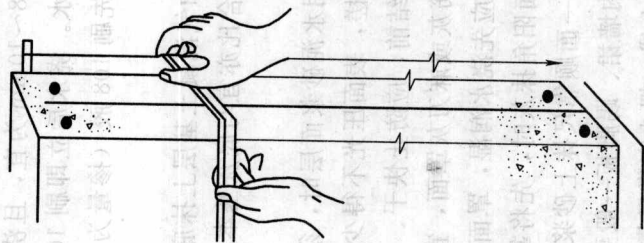

图 1-3 独立方柱找规矩
(1) 找规矩 如果方柱为独立柱，应按设计图纸所标志的柱轴线，测量柱子的几何尺寸和位置，在楼地面上弹出相互垂直的两个方向中心线，并放出抹灰后的柱子边线（注意阳角都要规方），然后在柱顶卡固上短靠尺，拴上线锤往下垂吊，并调整线锤对准地面上的四角边线，检查柱子各面的垂直和平整度。如不超差，在柱四角距地坪和顶棚各 15cm 左右处做标志块，如图 1-3 所示。如果柱面超差，应进行处理，再找规矩，做标志块。